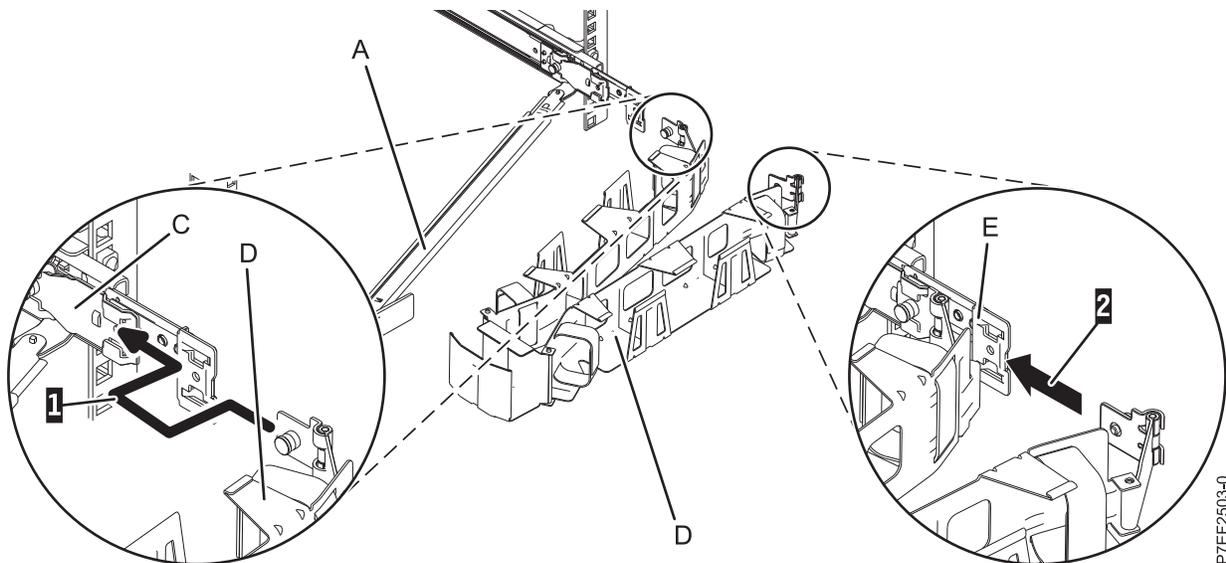

図 17. ケーブル・マネジメント・アームの接続
6. ケーブル・マネジメント・アーム (D) をサポート・アーム (A) に載せます。1 番目のケーブル・マネジメント・アームのタブを取り付け金具 (C) スロットに滑り込ませます (1)。バネ式のラッチが所定の位置に収まるまで、タブを押し込みます。もう一方のケーブル・マネジメント・アームのタブを、右側のスライド・レールの外側の拡張ブラケット (E) に滑り込ませます (2)。13 ページの図 17 に示すように、バネ式のラッチが所定の位置に収まるまで、タブを押し込みます。